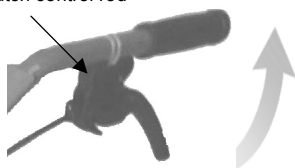

Figura 17
- 2) Portare la frizione nella posizione intermedia. (Figura 17)